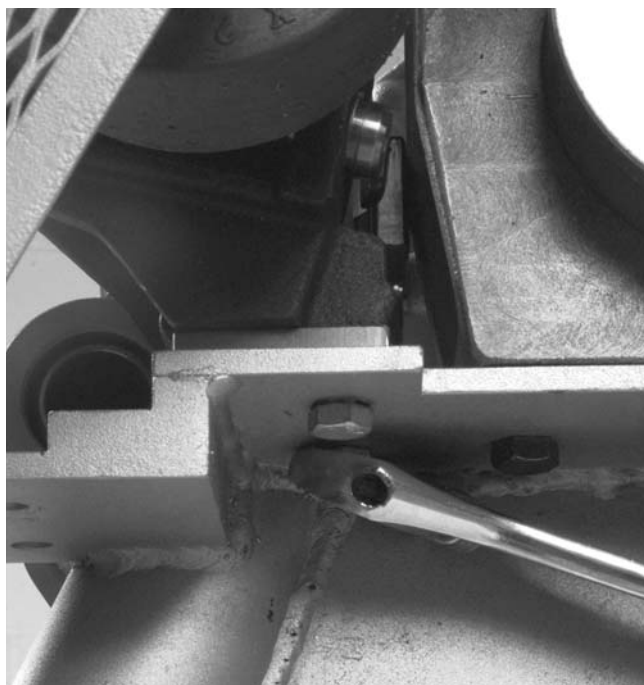

Figura 11 – Extracción de los pernos que sujetan el estabilizador
1. Extraiga los dos pernos de $\frac{3}{8}$ pulgada que sujetan al estabilizador en su lugar (emplee una llave de cubo de $\frac{9}{16}$ pulg.) (*Figura 11*).